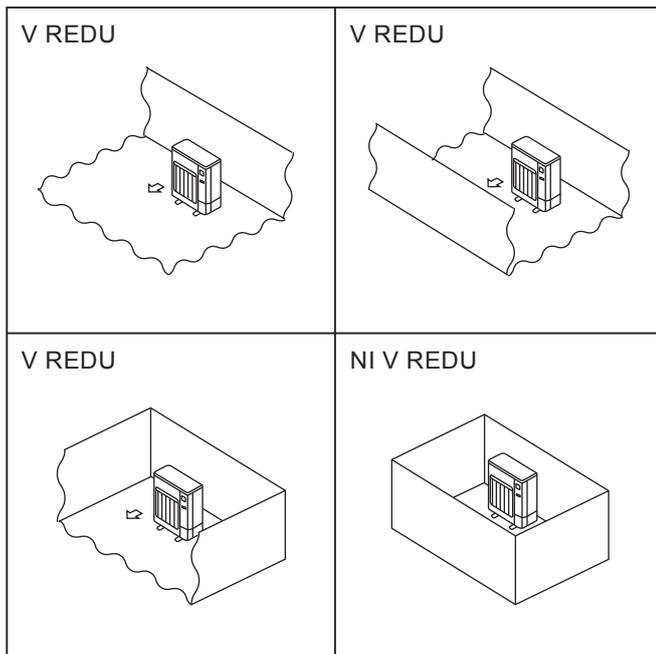

Fig. 2-1
- Ⓞ Zunanje enote namestite v dovolj velikem prostoru brez vdrtin, kjer je vsaj ena od štirih strani odprta. (Fig. 2-1)